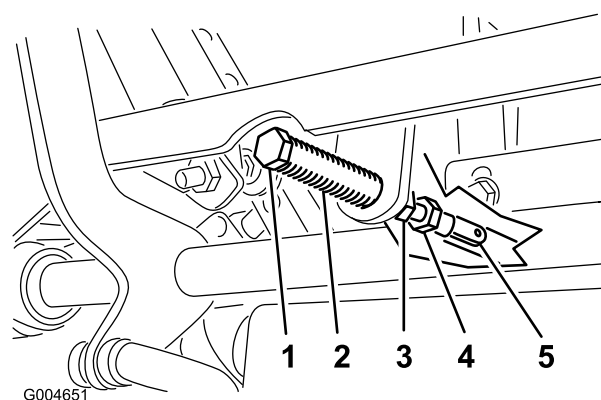

Figura 54
5. Puxe a alavanca para trás até que o pino de segurança (no braço por cima do eixo da articulação) entre em contacto com a extremidade da ranhura (até começar a fazer pressão na mola), como se mostra na Figura 54.
7. Se for necessário ajuste, solte a porca e a porca de bloqueio encostada à forquilha (Figura 54).
8. Aplicando uma pressão ligeira para trás à alavanca de controlo do movimento, rode a cabeça do parafuso de ajuste na direção adequada até a alavanca de controlo estar centrada na posição BLOQUEADA EM PONTO-MORTO (Figura 54).
9. Aperte a porca e a porca de bloqueio (Figura 54).
- Aperte as porcas de bloqueio nas juntas de esfera (Figura 54).